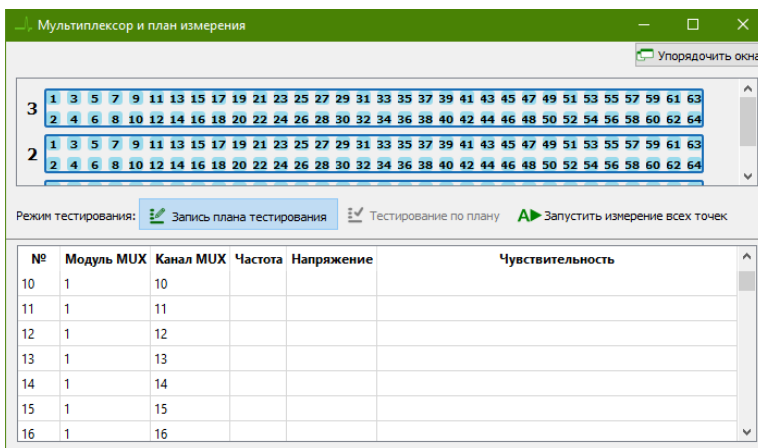

Рисунок 34. Окно Мультиплексор и план измерения ПО EPLab.
3. Откроется окно "Мультиплексор и план измерения", в котором отобразится количество подключенных модулей EyePoint MUX\_S\_A (Рисунок 34) и таблица плана тестирования. Данное окно также можно открыть из главного меню "Вид" -> "Открыть окно просмотра мультиплексора".